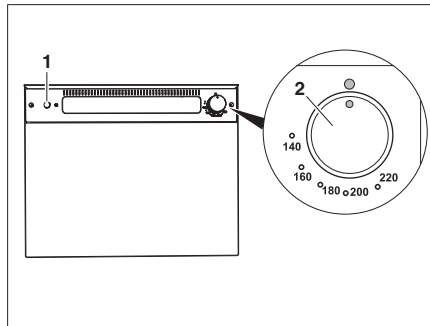

Fig. 312 Four à gaz (Thetford)
- Appuyer légèrement sur le bouton tournant (Fig. 312,2) et le tourner vers la gauche sur une position quelconque.
- Appuyer plusieurs fois sur l'interrupteur d'allumage (Fig. 312,1) jusqu'à ce que la flamme brûle.
- Tourner le bouton tournant (Fig. 312,2) sur "O". La flamme s'éteint.